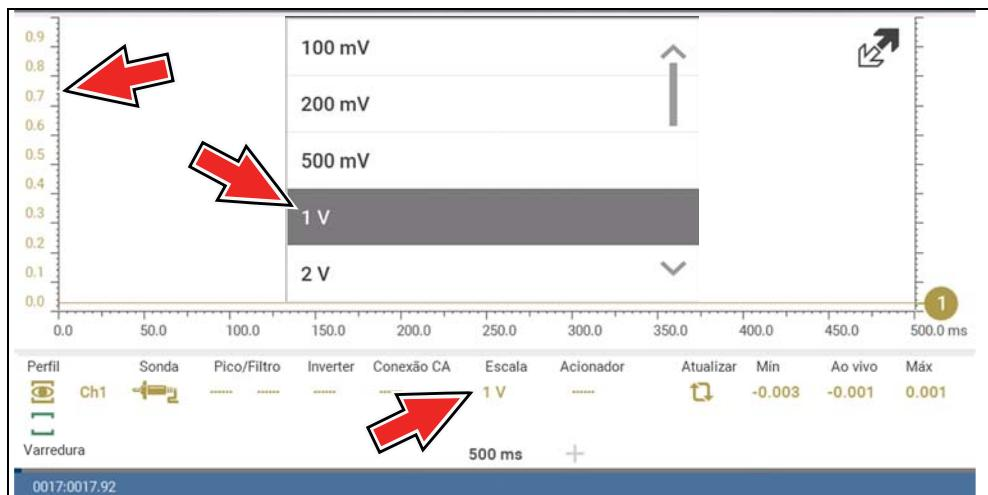

Figura 10-32
**Exemplo (Figura 10-32):** Se a escala vertical estiver definida como 1 V, o valor exibido é 1 V.